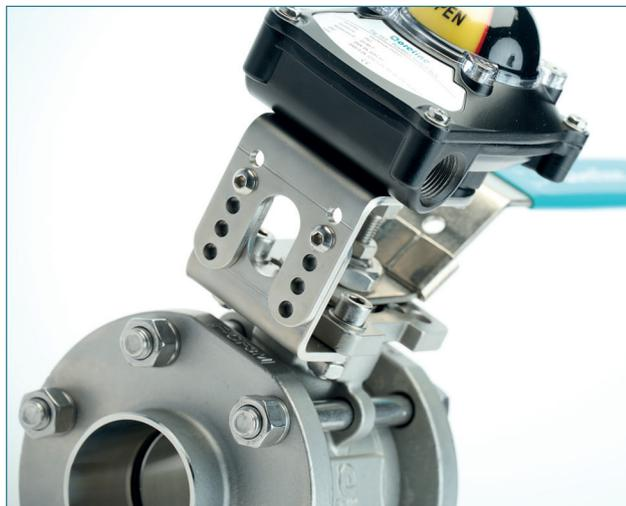

Fig.51C | Til montage af induktiv eller mekanisk aftaster på Fig.223/224
- Fig. 51C kan også bruges til montage på kuglehane Fig.131/150